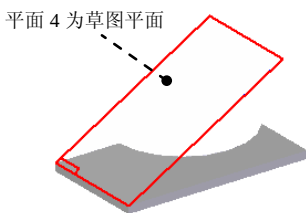

图 5.1.4 选取草图平面
(1) 选取草图平面。在系统  单击平的面或参考平面。 的提示下，选取图 5.1.4 所示的平面 4 为草图平面，进入草图绘制环境。